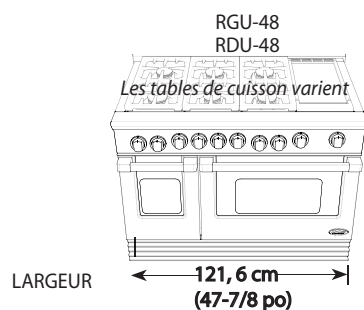

Fig. 13 Dimensions du produit et dégagements
7. Si le dégagement entre les matériaux combustibles et le bord arrière de la cuisinière (au-dessus de la surface de cuisson) est inférieur à 30,5 cm (12 po), un dossier ordinaire ou intégral doit être installé. Si le dégagement est supérieur à cela, pas besoin de dossier. Les modèles RGU et RGUC sont livrées avec un dossier ordinaire BGRU2-15xx assorti. Dosserets pour les modèles RDU doivent être commandé séparément (voir la section 'Planification de l'installation'). Voir la figure 13 pour une illustration de chaque option d'installation.
Placez le dossieret tel qu'indiqué à la fig. 14. Fixez-le à la cuisinière (dossierets ordinaires) ou au mur derrière la cuisinière (dossierets intégraux). Chaque dossieret (intégral ou ordinaire) est fourni avec ses instructions d'installation. Voir aussi section de « Planification de l'installation ». Le dossieret doit être installé lorsque le dégagement entre les matériaux combustibles et l'arrière de la cuisinière (au-dessus de la surface de cuisson) est inférieur à 30,5 cm (12 po). Voir Fig. 13.